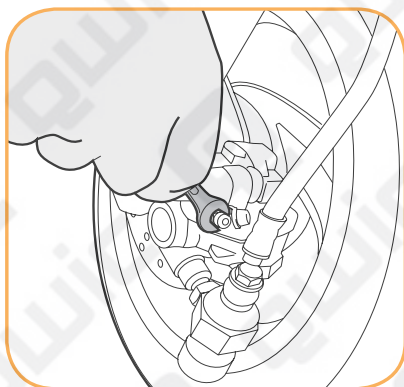

fig. 3.1
1. Draai de remcilinder voorzichtig open (fig. 3.1)